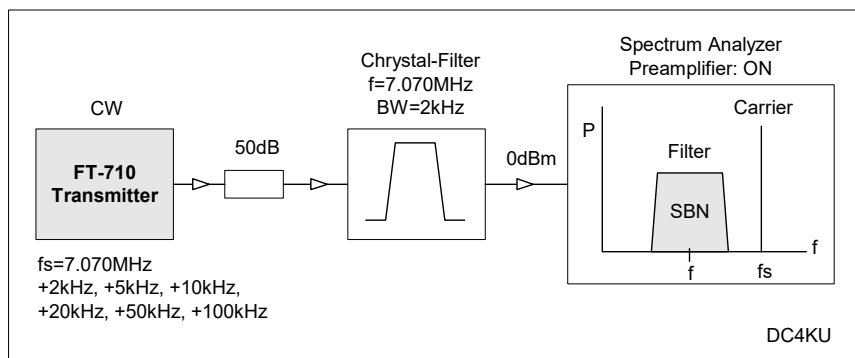

Bild 22: Messaufbau für Sender SBN-Messungen im 40m-Band mit einem Spektrum Analysator
Das Seitenbandrauschen (Composite Sideband Noise) eines Senders sollte möglichst gering sein, damit benachbarte, kleine Signale davon nicht gestört werden (6). Zur Messung des TX-SBN wird ein Quarzfilter (7,07 MHz, BW=2kHz), Spektrum Analysator und Abschlußwiderstand (-50dB) verwendet (Bild 22). Der Analysator wird auf die Mittenfrequenz des Filters abgeglichen und das CW-Signal des Senders im Abstand von 5 bis 100kHz zur Filtermittenfrequenz eingestellt. In diesem Abstand wird das Sendesignal durch die Flanke des Filter stark unterdrückt und nur noch das Rauschen des Senders ab 7.070 MHz > +/- 2kHz durchgelassen.